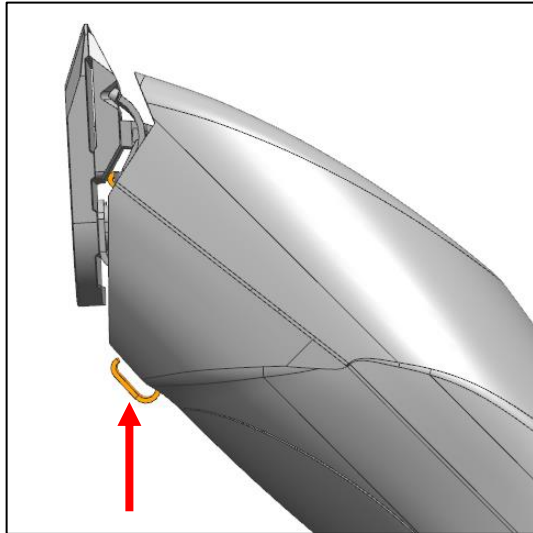
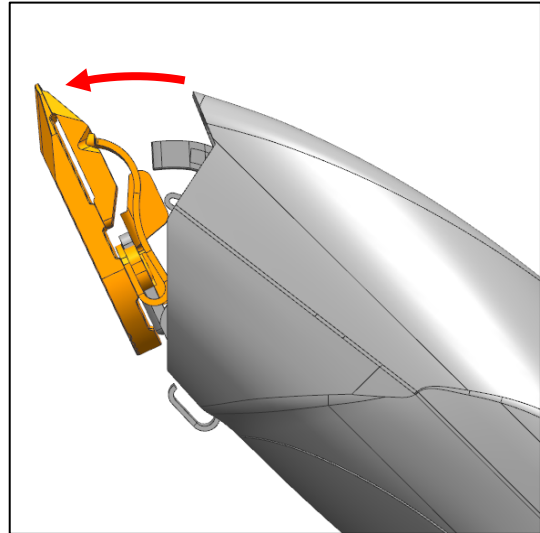

Abb. 3
Abb. 4
- b) Halten Sie den Rastschieber (Abb. 3) gedrückt und klappen Sie den Schneidsatz ab (Abb. 4).